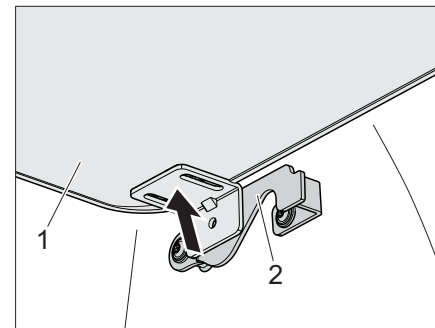

Bild 22 Zapfen
- Bettverlängerung (Bild 22,1) links und rechts aus der Halterung (Bild 22,2) heben.